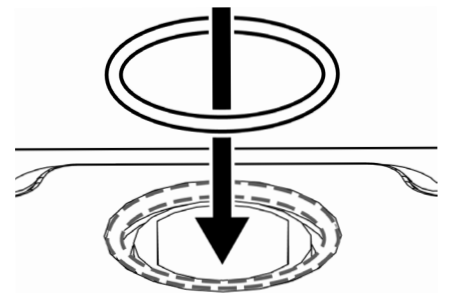

Figura 4: asegúrese de que la junta tórica permanezca instalada y asentada de manera uniforme
- c. **Asegúrese de que la junta tórica permanezca instalada y asentada de manera uniforme.** Su accesorio tiene una junta tórica que ayuda a sellar el espacio entre la cerradura y el accesorio (Figura 4). Compruebe si se ha caído durante la extracción de la cerradura. Esta junta tórica debe instalarse para que el accesorio funcione correctamente.